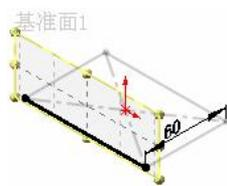

图 1.3.2 3D 草图平面 1
Step4. 创建图 1.3.2 所示的 3D 草图平面 1。